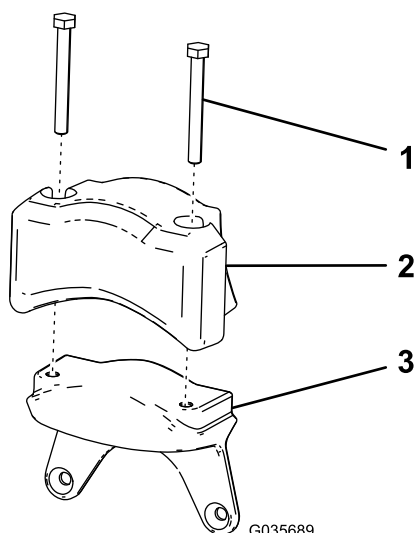

Figura 8
1. Montate il contrappeso elettrico e le 2 viti a testa cilindrica (5/16" x 2³/₄") che avevate rimosso nel passaggio Rimozione del contrappeso elettrico del motore \(pagina 3\) sulla nuova zavorra (Figura 8).